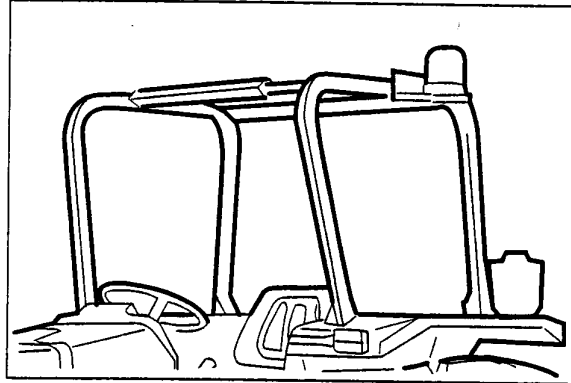

Fig.2-6
- Bastidor de seguridad, que debe estar montado siempre en posición de protección (Fig. 2-6). Se aconseja contar con los cinturones de seguridad de conformidad con las prescripciones de ley vigentes en los diferentes mercados.